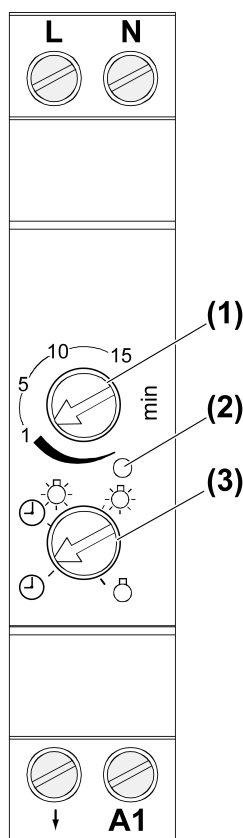

рисунок 1: Автомат REG
- Настроить период последствия. Повернуть регулятор (1) (рисунок 1).
- Настроить режим работы. Повернуть регулятор (3) (рисунок 1).